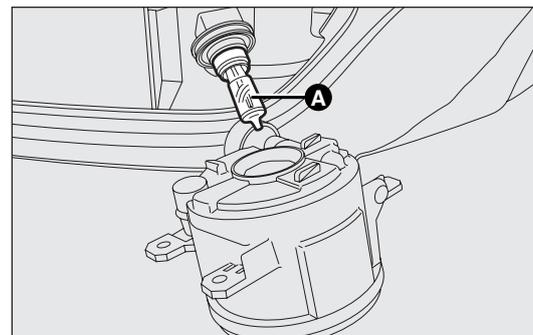

fig. 168
- extraire l'ampoule A-fig. 168 en la tournant dans le sens contraire des aiguilles d'une montre et débrancher le connecteur électrique.